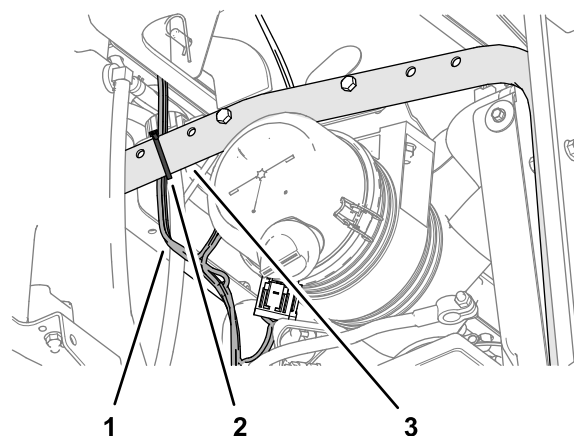

Bild 19
- Befestigen Sie den Stromkabelbaum über der Maschine am Kühlerstützrohr, wie in Bild 19 abgebildet.